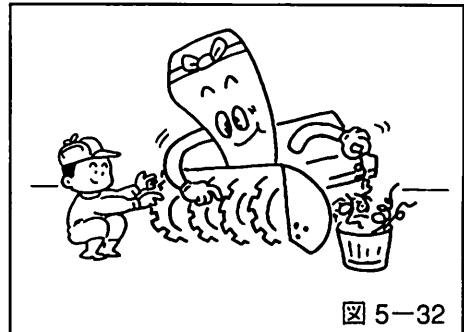

図 5-32
2. プロワ及びオーガ軸にビニール紐などが巻き付いていたら、取り除いてください。そのまま運転しますと、オーガミッションのオイルシールを傷め、オイル漏れの原因になります。(図5-32参照)